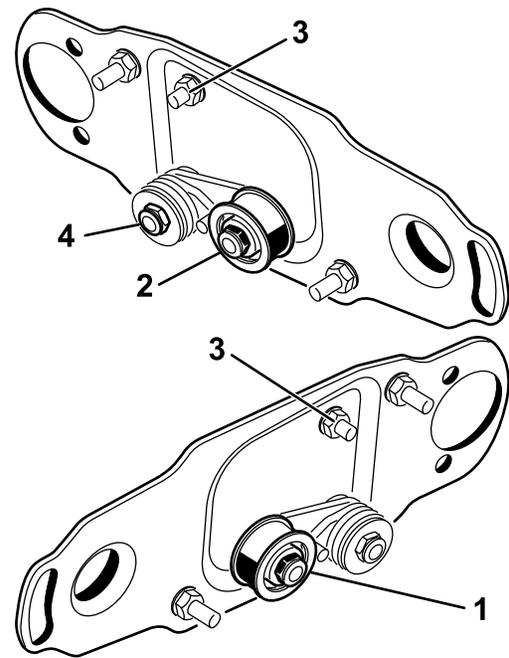

Bild 2
Drehen Sie am linken Front- und linken Heckschneideinheit die Spannscheiben um, damit sie **hinten rechts** an der Schneideinheit (**Bild 2**) wie folgt montiert werden können:
1. Entfernen Sie die Spannscheiben hinten links an der Schneideinheit und montieren sie im unteren Loch in der Bürstenplatte hinten rechts an der Schneideinheit (**Bild 2**).
2. Entfernen Sie die Schlossschraube und die Mutter und setzen sie in das obere Loch, in dem vorher die Spannscheibe war (**Bild 2**).